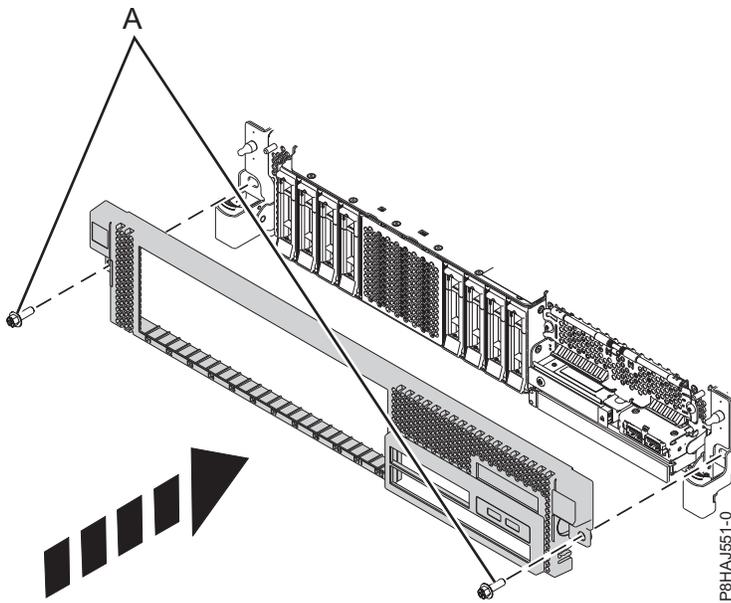

Abbildung 32. Vordere Abdeckung installieren
3. Verriegeln Sie die Entriegelungshebel in die in Abb. 32 auf Seite 52 dargestellte Richtung. Die Abdeckung schnappt ein und weist eine Vertiefung auf, an der Sie sie leichter festhalten können.
4. Bringen Sie die Transportschrauben (A) wieder an.